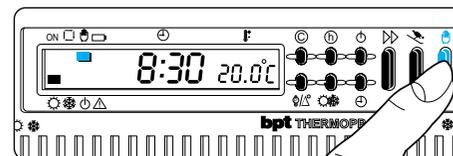

Fig. 20
8.1 - Per passare dal funzionamento AUTOMATICO a quello MANUALE premere il pulsante  (fig. 20) (l'accensione del relativo segmento sul display indica la scelta effettuata).